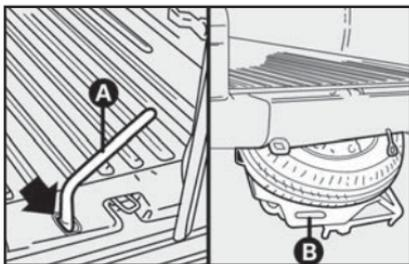

fig. 6
1) Abra a(s) porta(s) traseira(s) e retire a tampa (seta-**fig. 6**) de proteção do parafuso do suporte da roda sobressalente.
2) Com a chave de roda, gire o parafuso do suporte no sentido anti-horário até o final do curso (**A-fig. 6**).
5) Puxar a bandeja da roda pela alça indicada **B-fig. 6**.